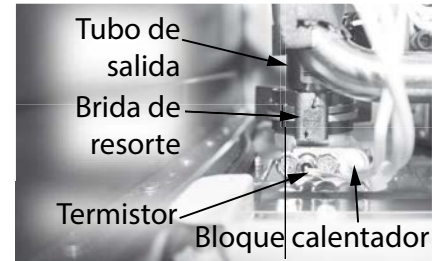

Figura 230 - Ubiqúe el tubo de salida.
17 Ubiqúe la brida de resorte (tamaño 30) en la base del tubo de salida. Consulte la Figura 230. Retire y deje a un lado esta brida en un lugar seguro para volver a instalarla.
19 Ubiqúe los dos (2) tornillos que fijan el termistor y el bloque calentador al conjunto de salida. Use un destornillador Phillips para retirar los tornillos. Deje los tornillos a un lado en un lugar seguro para volver a instalarlos. Consulte la Figura 230.